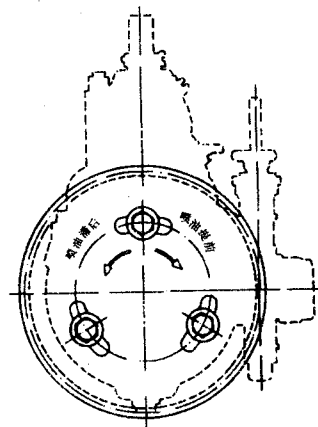

图2 供油提前角的调整
3、不带提前器时,若供油提前角过大或过小,可取下齿轮室盖上的前盖,松开喷油泵正时齿轮3只腰子孔上的螺栓进行调整,见图2。若提前角过大,可将齿轮上腰子孔相对于紧固螺栓逆时针方向转过一个角度;若提前角过小,可向相反方向转过一个角度。